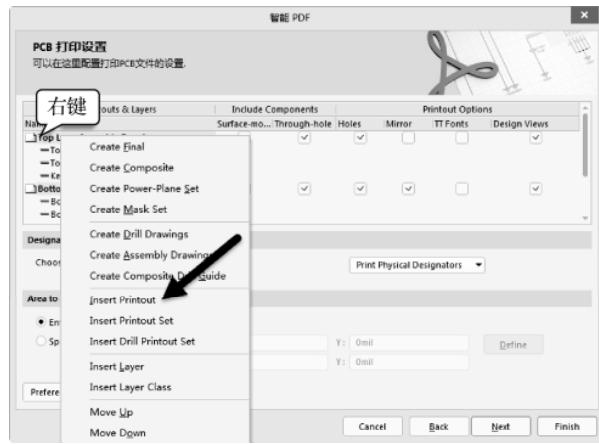

图 11-34 输出层的添加
- (1) 同样执行 PDF 输出设置向导，至关键设置项，在输出栏目条上单击鼠标右键，输出层的添加如图 11-34 所示，单击“Insert Printout”选项，插入需要输出的层，然后重复操作。